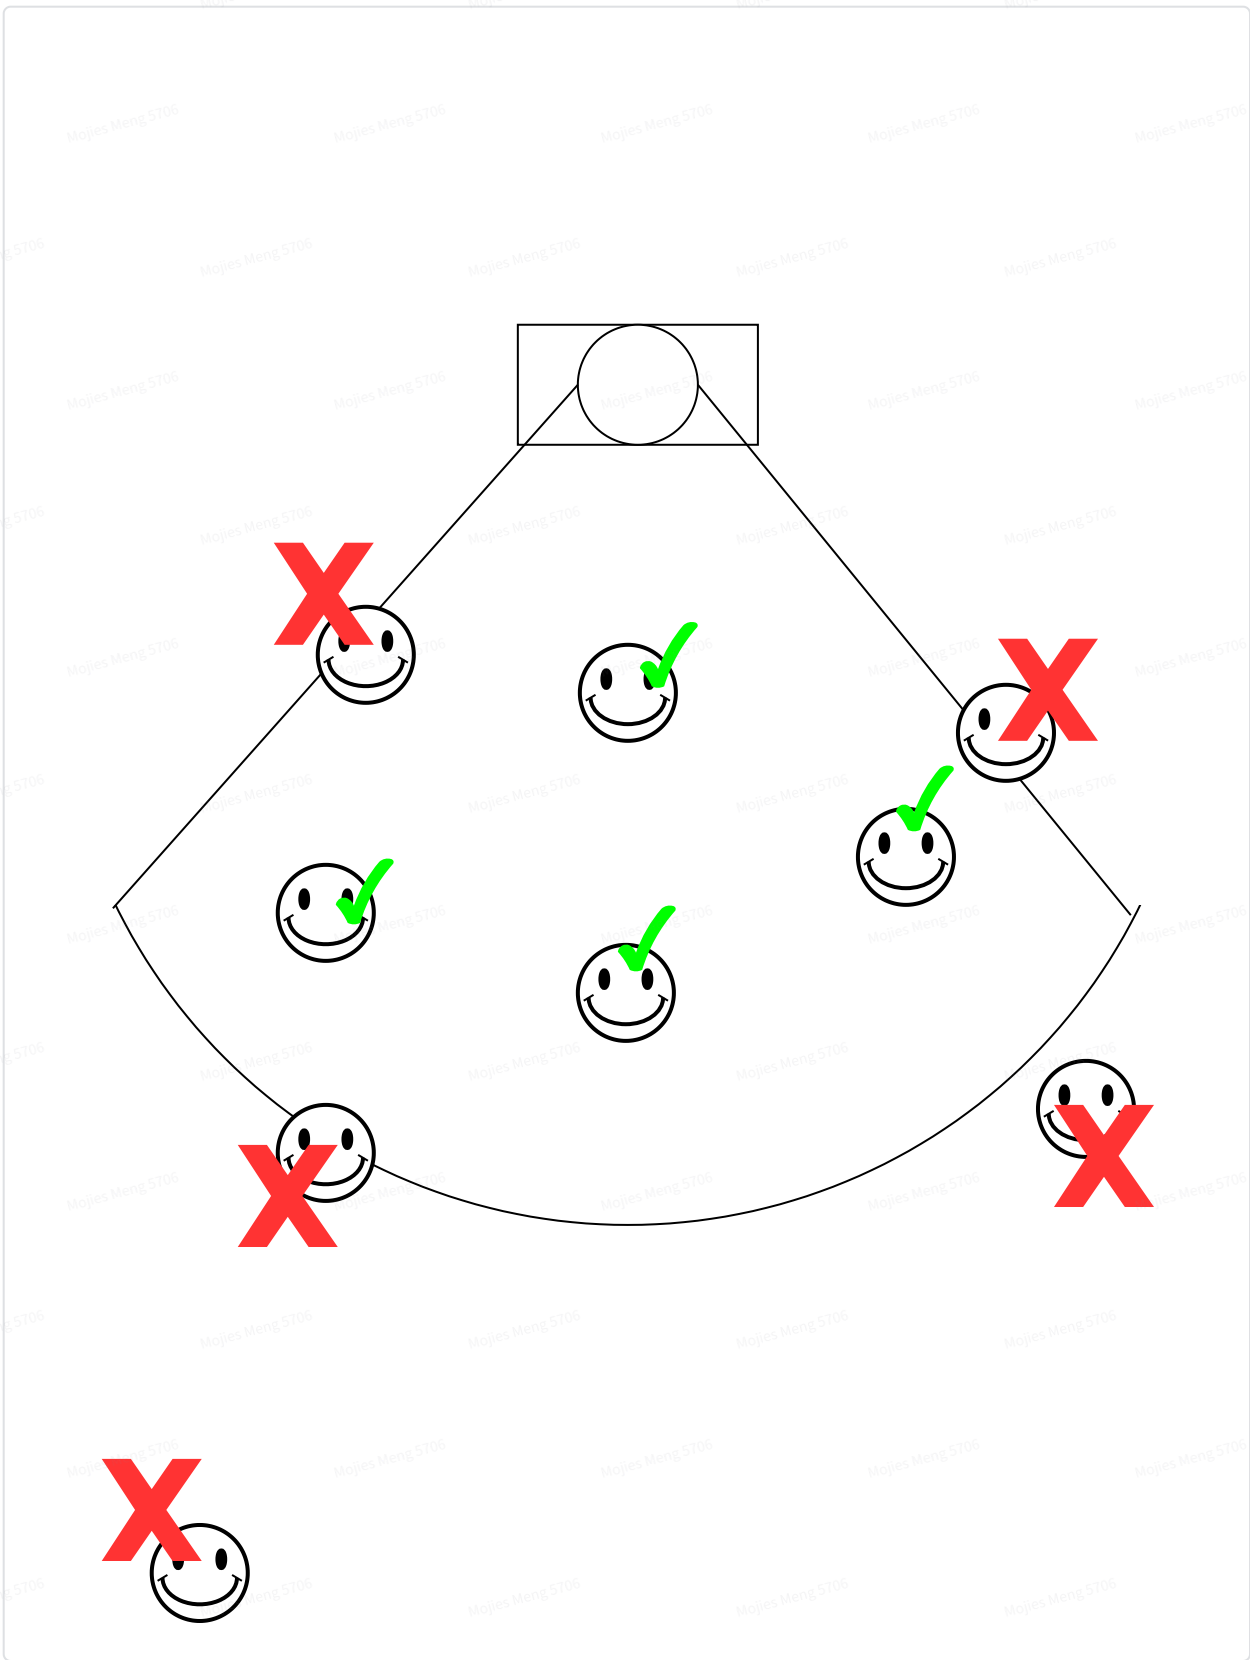

图5
6. 中心部分的对焦物（人脸），边沿的对焦物的权重大。见图 5